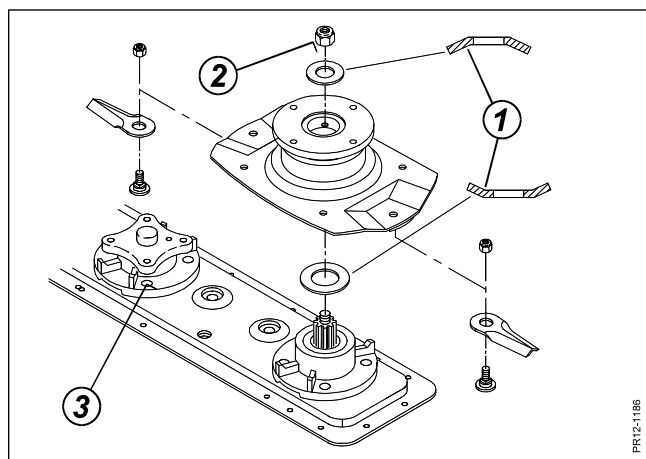

Fig. 6-14
Fig. 6-14 Tallriksfjäders (1) över ingångstallriken vänds, så som visas, med den buktande sidan uppåt. Muttern (2) dras åt med ett åtdragningsmoment på **190 Nm** (19 Kpm). Bultarna (3), som håller fast tallrikslagerhuset mot balken, dras åt med ett åtdragningsmoment på **85 Nm** (8,5 Kpm).